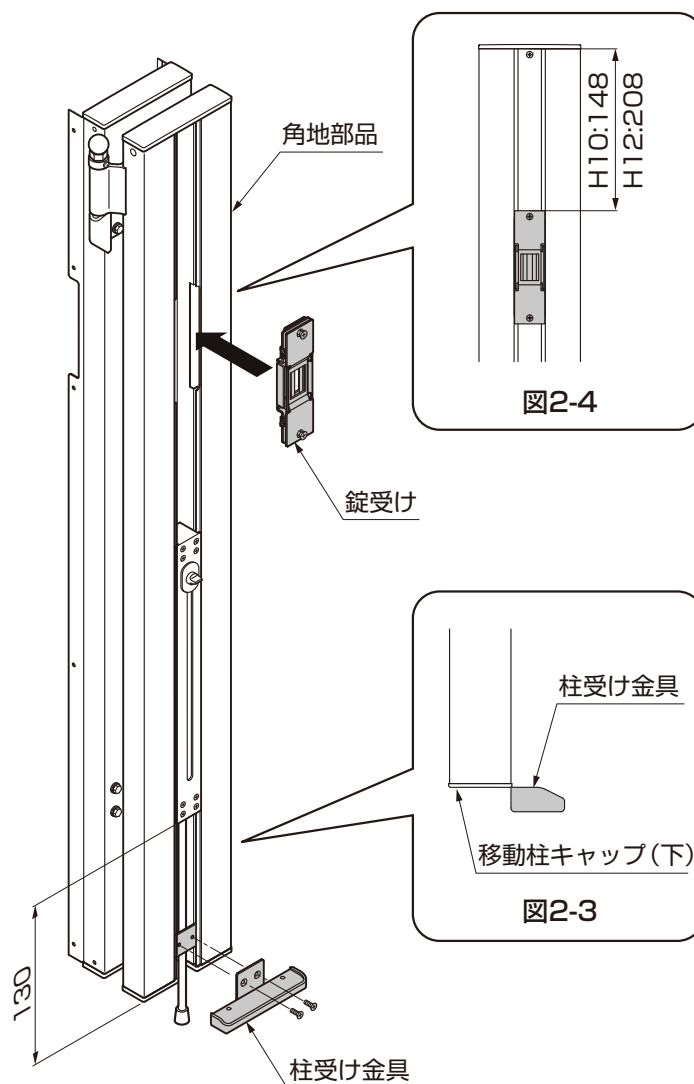

図2-2
- ② 本体受側梱包内の柱受け金具を角地部品の下端に取付けてください。(図2-2参照)